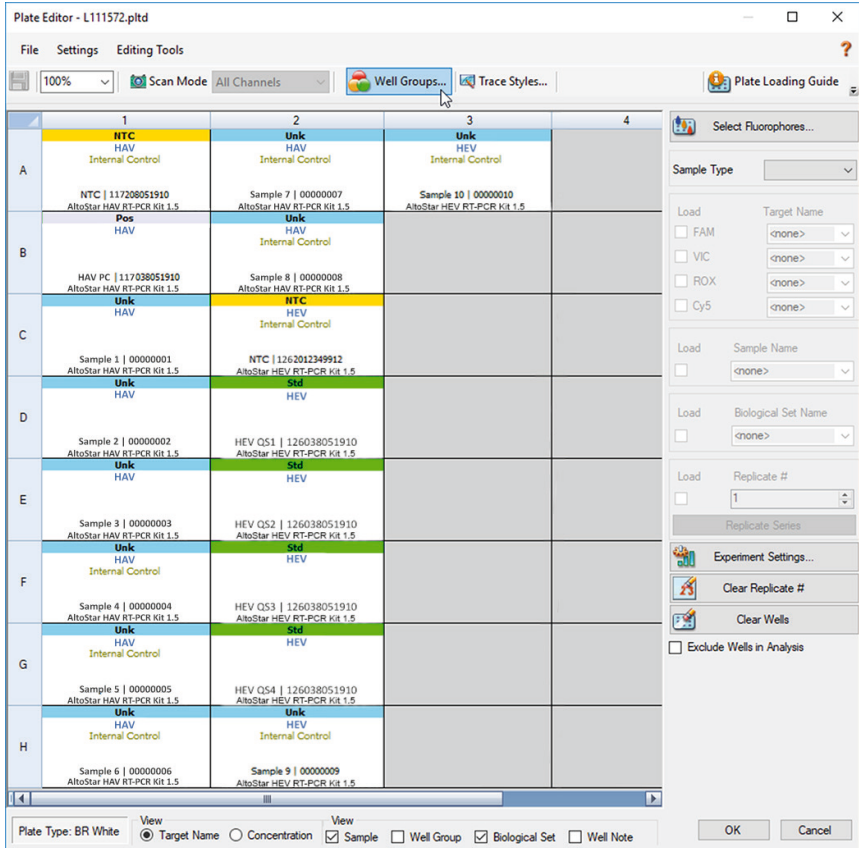

Figura 2: Finestra di dialogo Plate Editor (Editor piastra)
1. Nella finestra Data Analysis (Analisi dei dati) fare clic sul pulsante **Plate Setup** (Impostazione piastra) nella barra degli strumenti e selezionare **View/Edit Plate** (Visualizza/modifica piastra). Verrà visualizzata la finestra di dialogo Plate Editor (Editor piastra) (vedere figura 2).